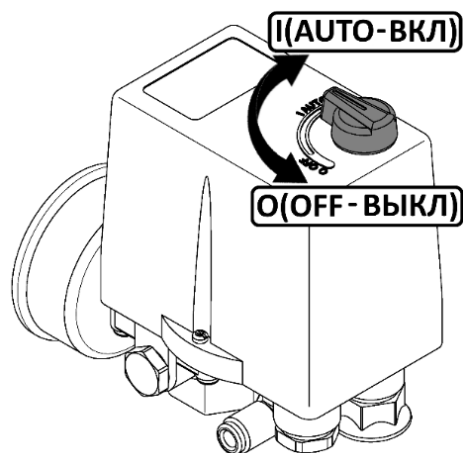

Рисунок 3
- Проверьте, чтобы выключатель на реле давления находился в выключенном положении "O" (рисунок 3).
- 1 Переключите выключатель на прессостате в положение "O" или "OFF", в зависимости от исполнения (см. рисунок 3).